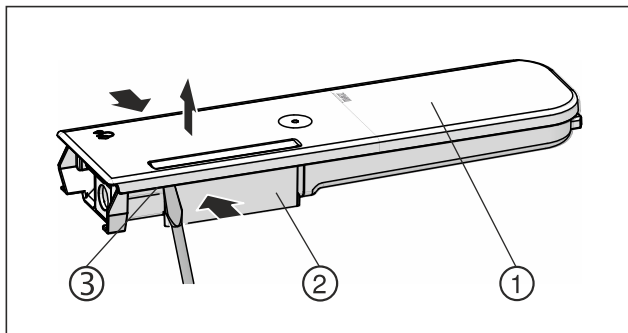

Fig. 128
- Presați rezervorul de apă Fig. 128 (2) împreună și trageți cu grijă capacul Fig. 128 (1) peste ciocurile opritoare Fig. 128 (3) și trageți-l în sus.
- Mișcați ușor capacul Fig. 128 (1) înainte și înapoi și scoateți-l în sus.